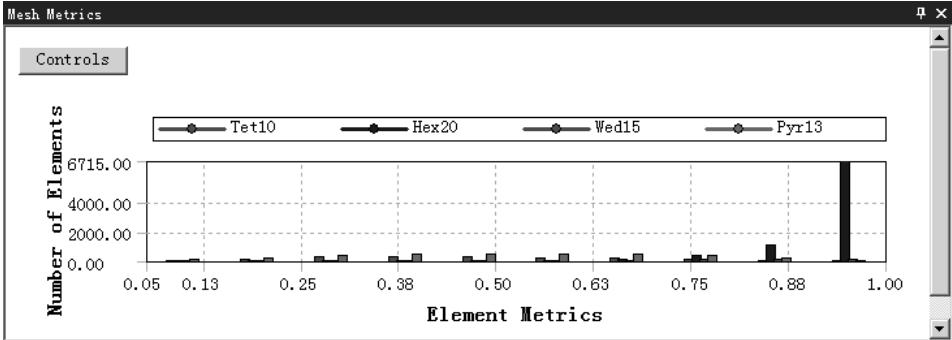

图 5.4.23 检查结果统计图表 (八)
- ◆ 正交品质 (Orthogonal Quality)。这是网格质量检查的主要方法之一，其值位于 0 和 1 之间，0 最差，1 最好。选择此选项后，在信息栏中打开图 5.4.23 所示的检查结果统计图表（八）。